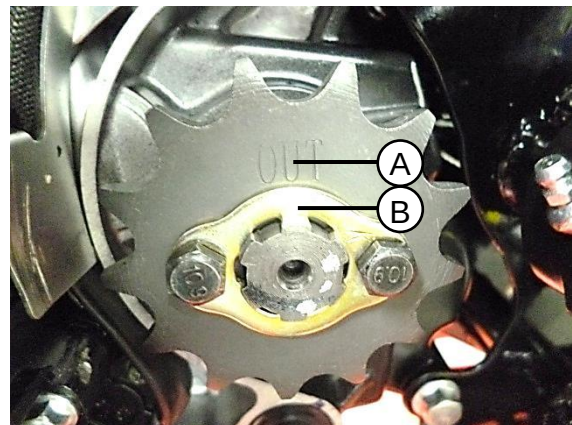

Fig. 10
Piñón de salida inspeccione y corrija cualquier anomalía en su geometría causara problemas en el funcionamiento del sistema, garantice su buen acoplamiento antes de fijar los tornillos de sujeción del piñón (A) y arandela pin (B). **Fig. 10**